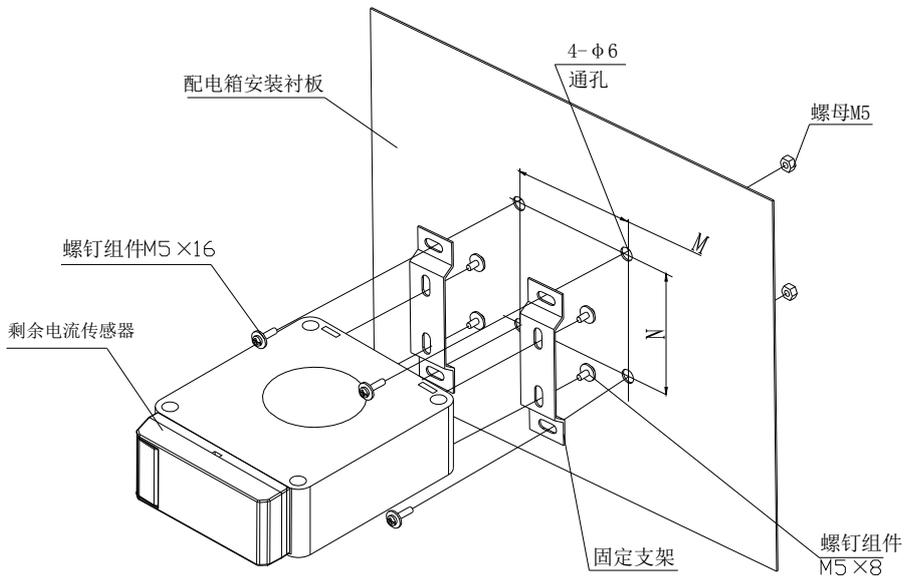
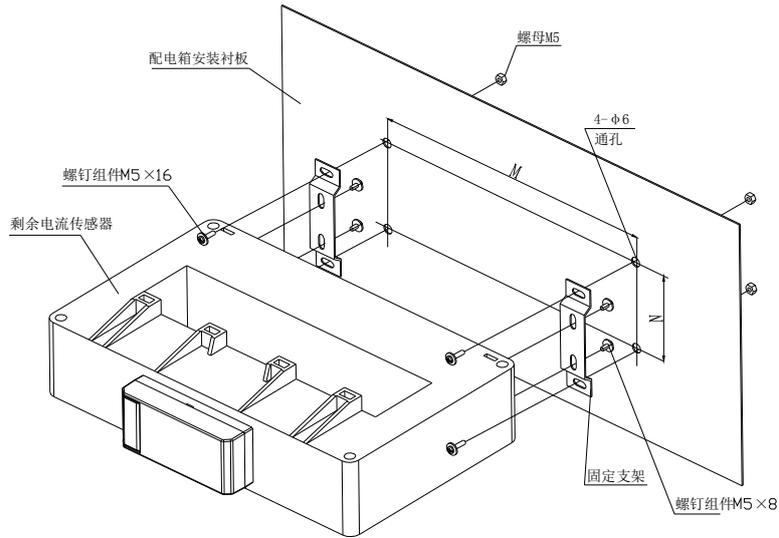
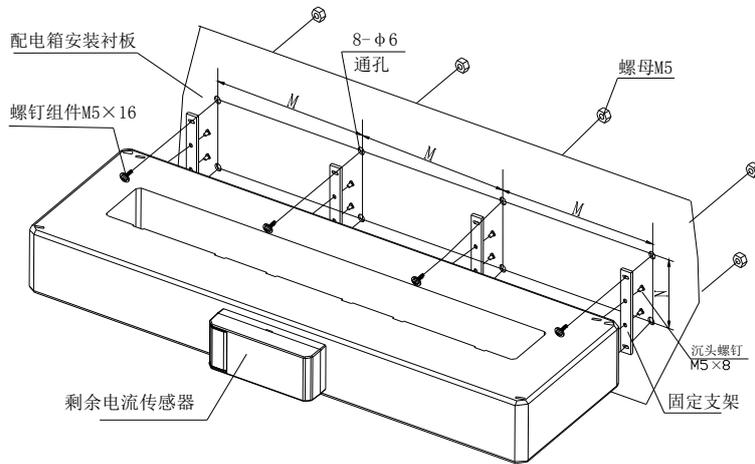
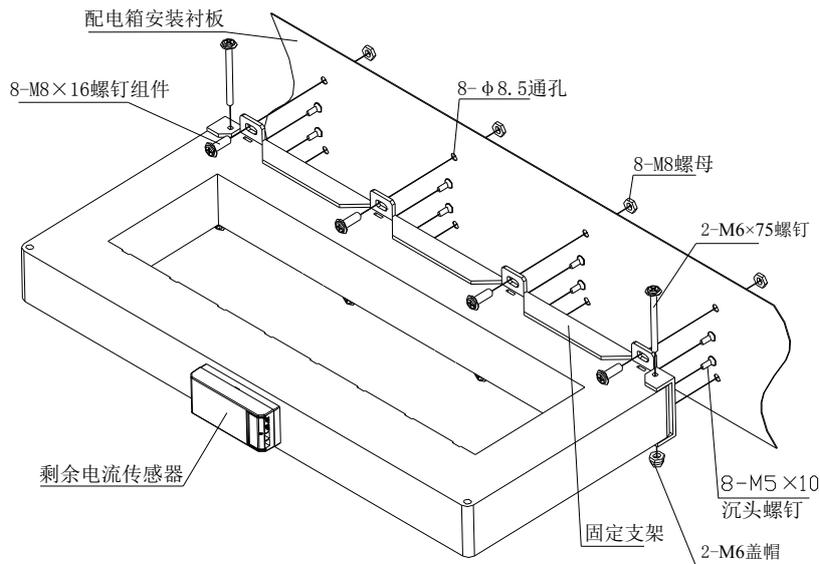

图 2.19 闭口圆孔型传感器安装过程分解图
图 2.20 闭口方孔型传感器安装过程分解图
图 2.21 闭口方孔型 (GSTZCT-40F) 传感器安装过程分解图
图 2.22 闭口方孔型 (GSTZCT-50F) 传感器安装过程分解图
2.4.2 闭口圆孔型传感器安装过程分解图如图 2.19 所示, 闭口方孔型传感器安装过程分解图如图 2.20、图 2.21 和图 2.22 所示, M、N 的值见表 2.5 所示。